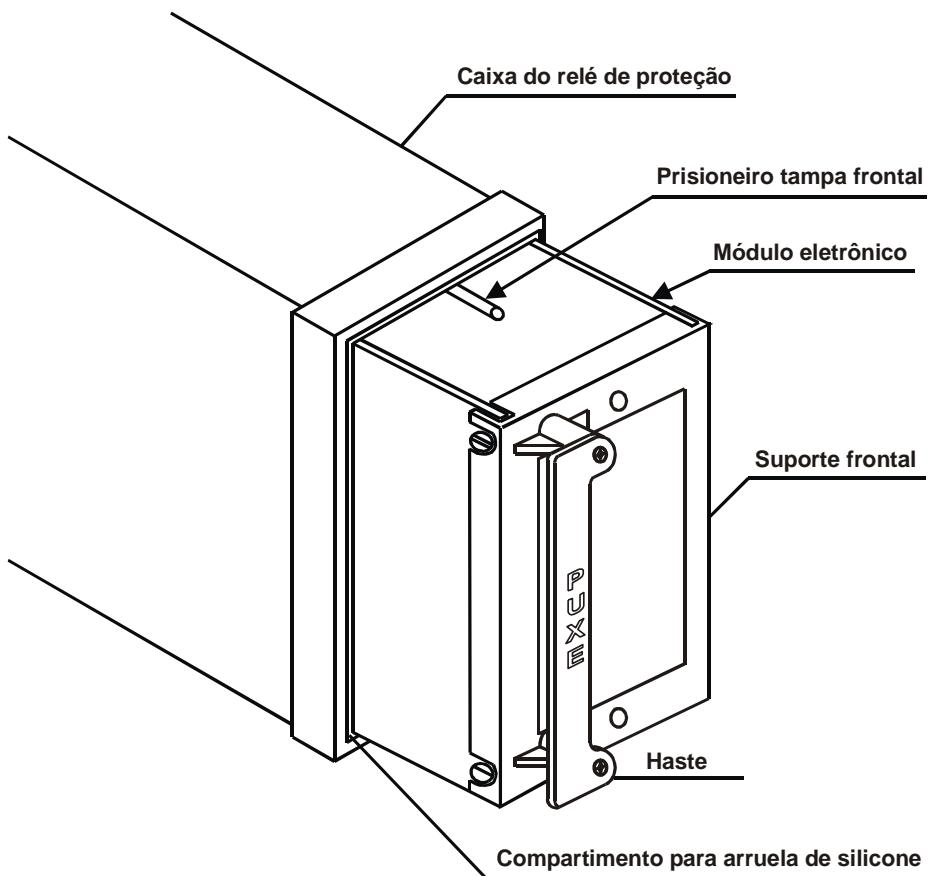
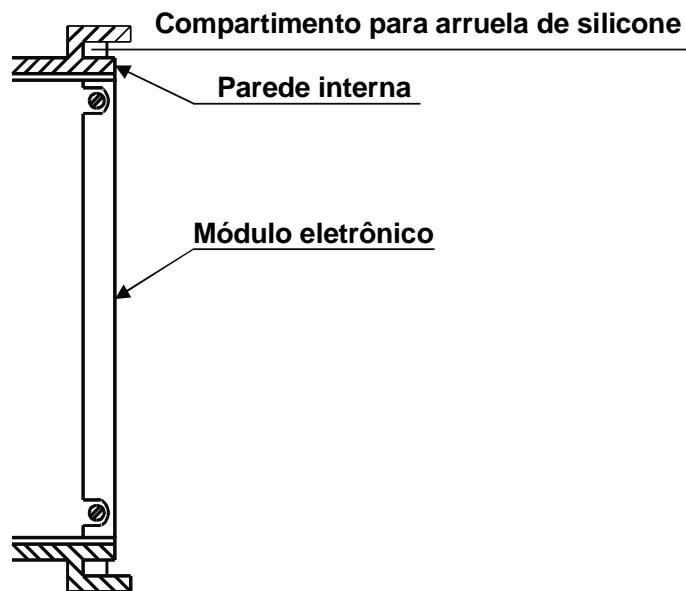

Figura 25.4: Inserção do módulo eletrônico.
Figura 25.5: Vista em corte do encaixe do relé.
- Posicionar o módulo eletrônico (figura 25.4) na caixa do relé. Utilize haste (figura 25.5) para encaixar as placas de circuito impresso do módulo eletrônico nas guias internas da caixa.
- Aplicar pressão nas laterais da haste (figura 25.4) até que o suporte encaixe totalmente na caixa do relé, ou seja, o módulo precisa ficar totalmente alinhado com a parede interna do compartimento para arruela de silicone (figura 25.5). Aplicar pressão considerável para um encaixe uniforme e seguro. O sistema de conexão é extremamente robusto e suporta o mecanismo de inserção do relé.